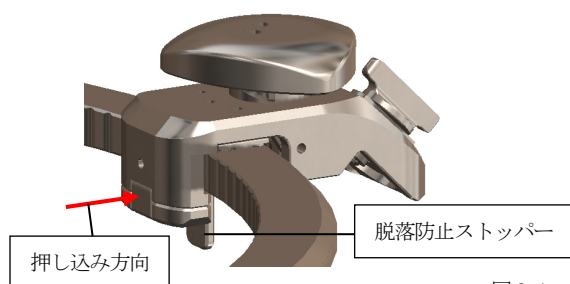

図 8-4
- (1)-4 脱落防止ストッパーを押し込みロックしてください。(図 8-4)